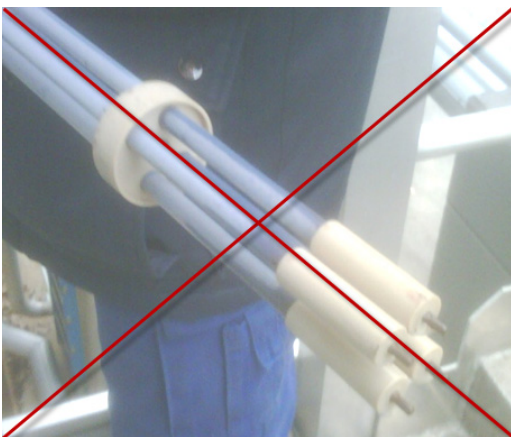

Abb. 9-2 Verdeutlichung des falschen Sitzes des Abstandhalters (linke Darstellung) und richtigen Sitzes des Abstandhalters (rechte Darstellung)
- Richtigen Sitz des Abstandhalters prüfen (siehe auch Abb. 9-2 Verdeutlichung des falschen Sitzes des Abstandhalters (linke Darstellung) und richtigen Sitzes des Abstandhalters (rechte Darstellung)).